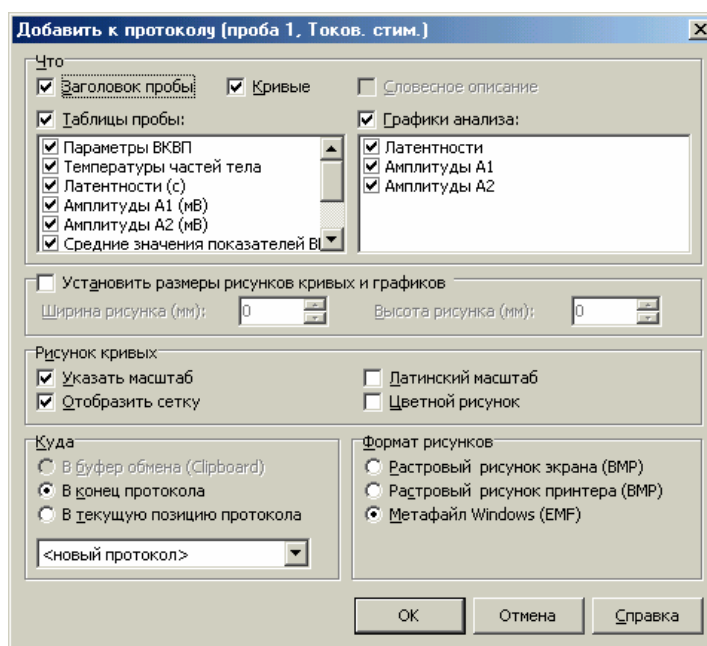

Рис. 3.54
27. В окно редактора протокола автоматически заносятся основные данные о пациенте. Кроме того, данные отдельных проб (заголовки, таблицы, кривые и т.д.) могут быть внесены в протокол обследования по команде меню **Протокол|Добавить** (Рис. 3.54).